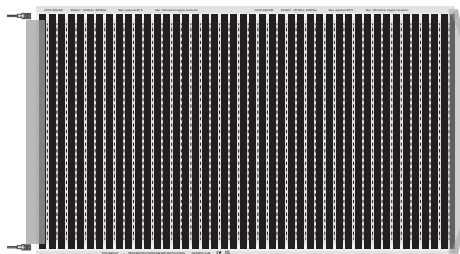

Fig. 6. Dæk enderne med tape
8. Forsegl alle ender af varmefolien. I enden med tilslutninger påføres tape mellem busskinnerne, så terminalerne senere kan indsættes. I den modsatte ende påføres tape over hele bredden. Tapen skal foldes rundt om varmefolien (fig. 6).